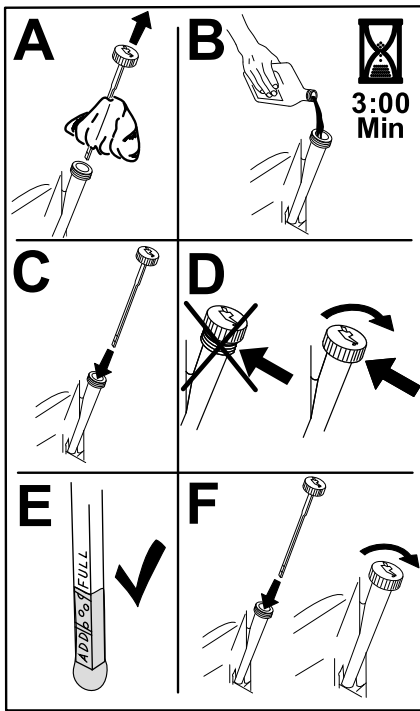

Bild 47
6. Gießen Sie langsam ungefähr 80 % der angegebenen Ölsorte in den Einfüllstutzen und füllen Sie dann vorsichtig mehr Öl ein, um den Ölstand an die Voll-Markierung zu bringen (**Bild 47**).